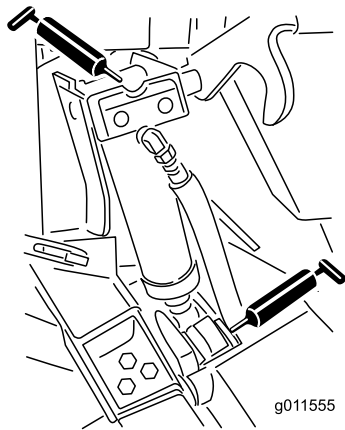

Figure 53
- 4 bagues de vérin de levage (Figure 53)